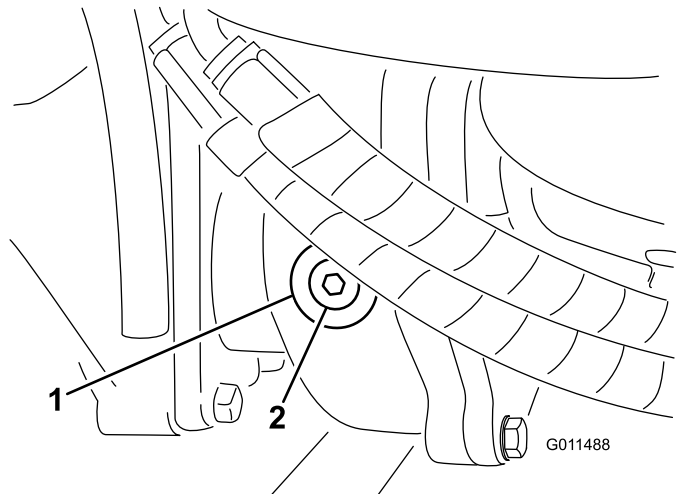

Figura 108
2. Togliete il tappo di controllo/riempimento dal lato sinistro del riduttore (Figura 108) e verificate che il lubrificante raggiunga la base del foro. Se il livello è basso, rabboccate con lubrificante fino a portarlo alla base del foro.